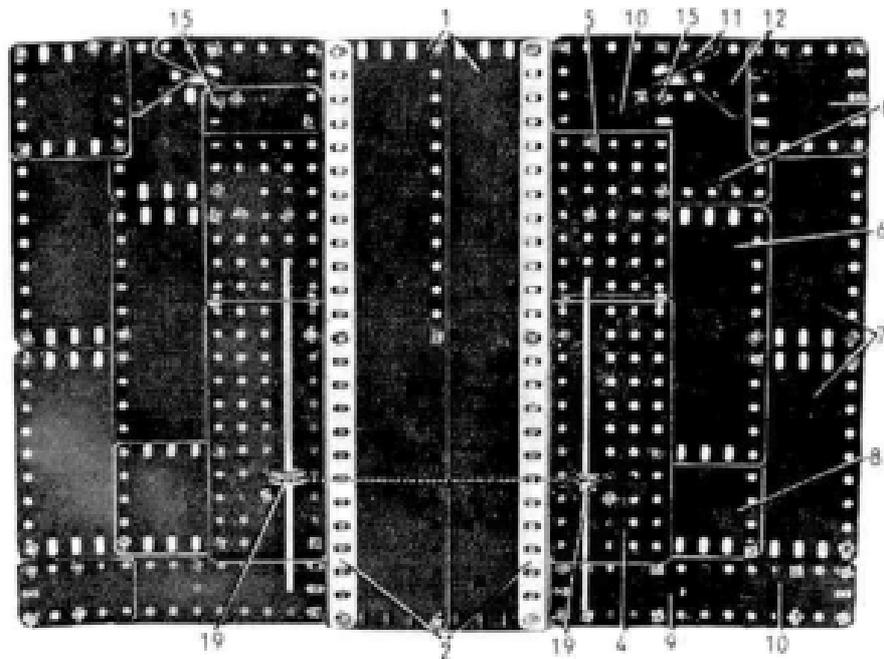

Fig. 2.
Les deux rampes d'accès sont de construction identique et sont fixées sur les cornières (3). Chacune d'elles est formée des plaques suivantes (fig. 2) :
- une plaque à rebords de  $14 \times 6$  cm. (4) et une de  $9 \times 6$  cm. (5) ;
- une plaque flexible de  $14 \times 6$  cm. (6), deux de  $11,5 \times 6$  cm. (7), trois de  $6 \times 6$  cm. (8), une de  $14 \times 4$  cm. (9) et deux de  $6 \times 4$  cm. (10) ;
Le portillon fermé heurte une bande coudée (14) fixée verticalement sur la base, et il est maintenu par un boulon (15) muni d'une rondelle (fig. 2). On soulève légèrement le portillon pour lui faire franchir le boulon (15) au moment de l'ouverture.
(18) et traverse la base par un trou de la plaque (4) ; elle passe sur deux poulies de 12 mm. (19) (fig. 2) et revient au dessus de la base par un trou de la seconde plaque (4). Les poulies (19) sont montées sur des tringles passées dans les rebords des plaques (4). Chaque tringle est formée d'une tringle de 13 cm. et d'une de 6 cm. réunies par un raccord de tringles. La corde passe ensuite sur une tringle de 4 cm qui est le pendant de la tringle (18) sur l'autre barrière. Elle passe autour d'une poulie de 25 mm. (20), sous la tringle de 4 cm. et est finalement attachée à l'arrière de la barrière. La poulie (20) est montée sur une tringle de 9 cm. qui tourne dans des supports plats boulonnés par paires aux rebords d'une bande coudée